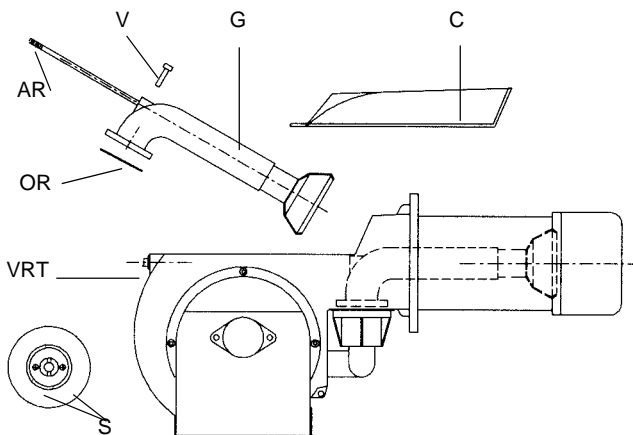
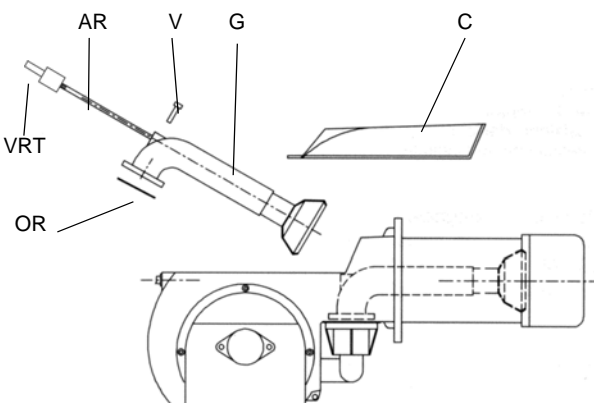

Рис. 54
Рис. 55
- Демонтируйте, проверьте и очистите головку сгорания (см. Рис. 54 - Рис. 55).